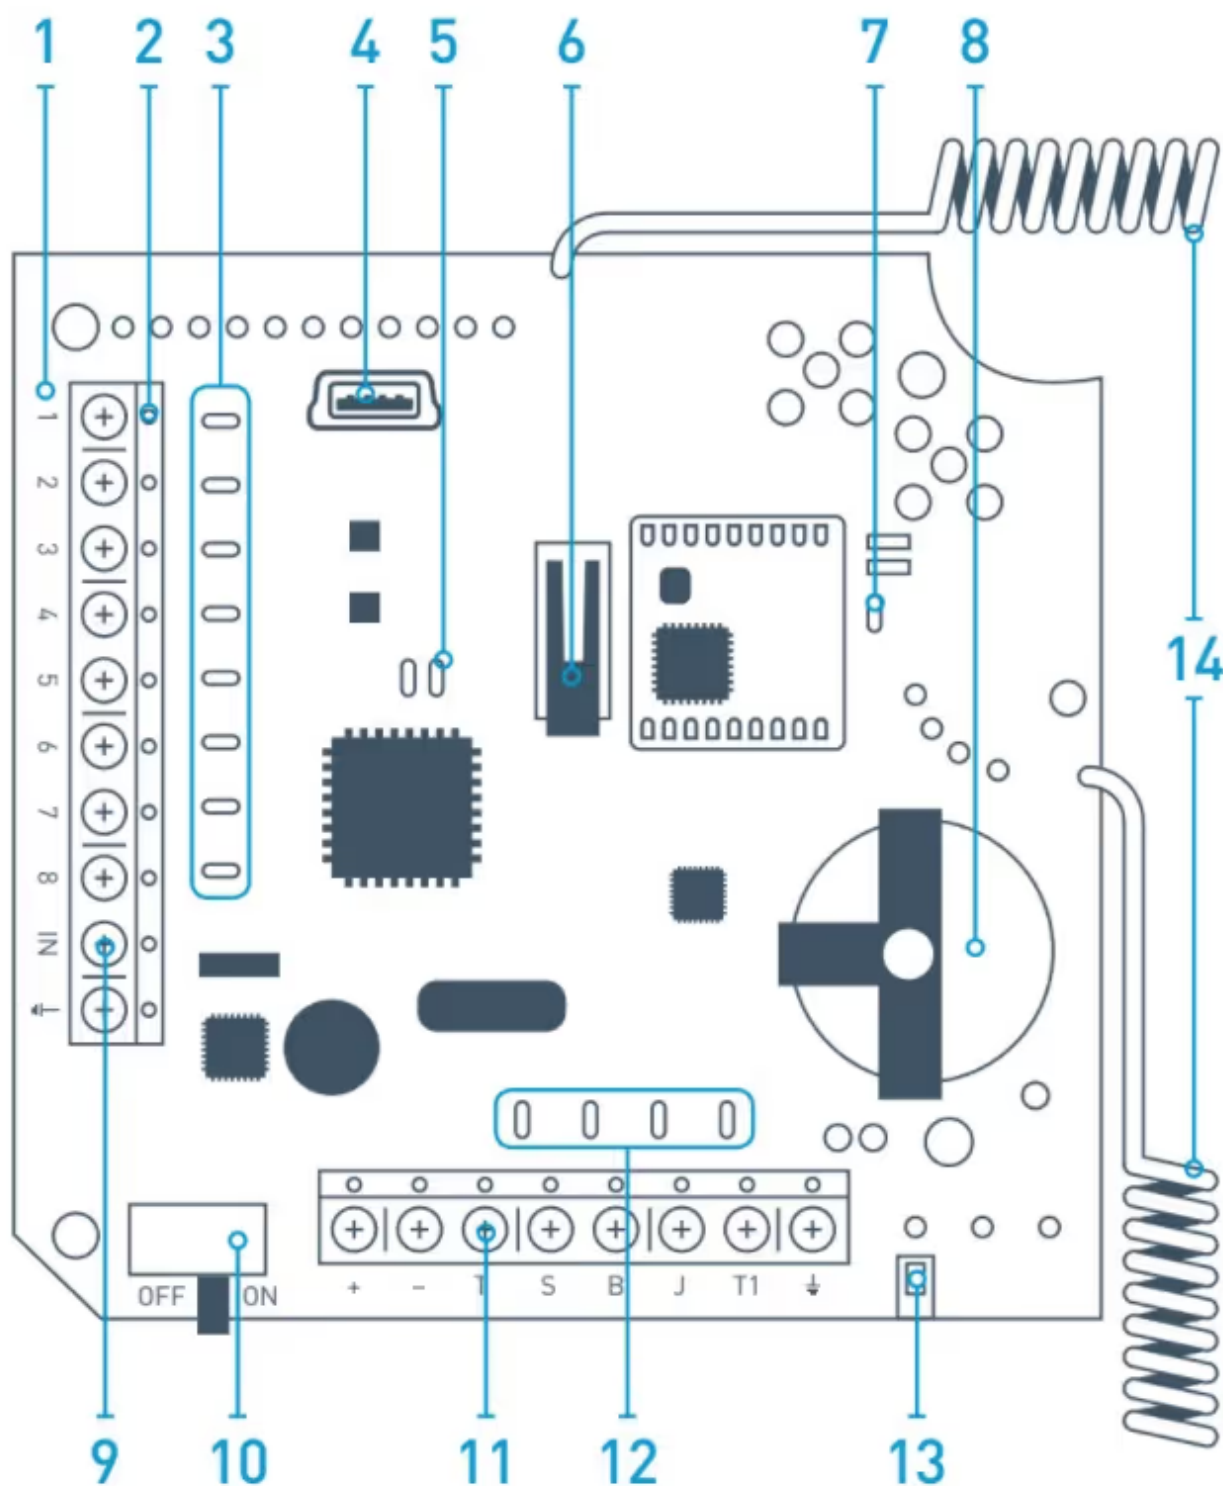

Figura 1. Ricevitore per sensori wireless ocBridge Plus
1. Connettere l'unità ocBridge Plus al computer mediante un cavo USB (tipo A — mini USB), utilizzando il connettore «4» (Figura 1). Accendere il ricevitore con l'interruttore «10» (Figura 1).
Descrizione dell'indicatore luminoso «5» (Figura 1):